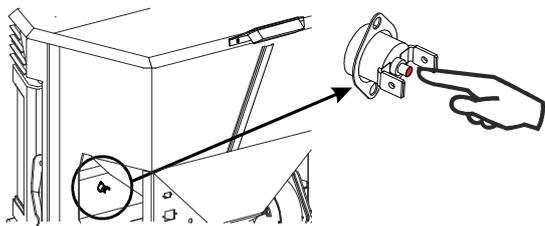
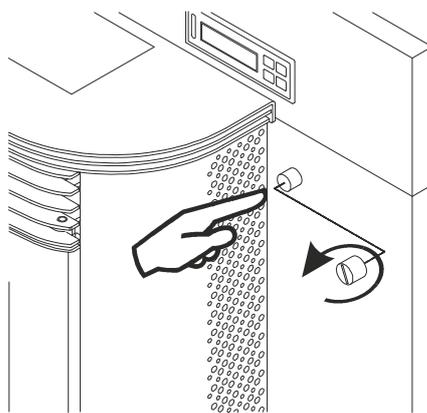

Рис. 33
Рис. 34
- 12.11.** Если мотор редуктор не вращается, а дисплей обнаруживает импульс, в первую очередь необходимо отключить печь и проверить не подключился ли термостат безопасности. При выключенной печи, необходимо проверить термостат безопасности, расположенный внутри. Для модели Esoaire (Рисунок 33) получаем доступ при открытии правой боковой дверцы, для чего необходимо снять два закрепляющих шурупа. Для его активации необходимо нажать кнопку, если термостат активирован, можно услышать характерный звук. Если термостат безопасности уже был активирован, проконсультируйтесь с вашим дистрибьютором. Во встроенных моделях Eso I и Eso II (Рисунок 34), он располагается в передней части, под клавиатурой. Для доступа к нему, необходимо раскрутить защитную крышку.